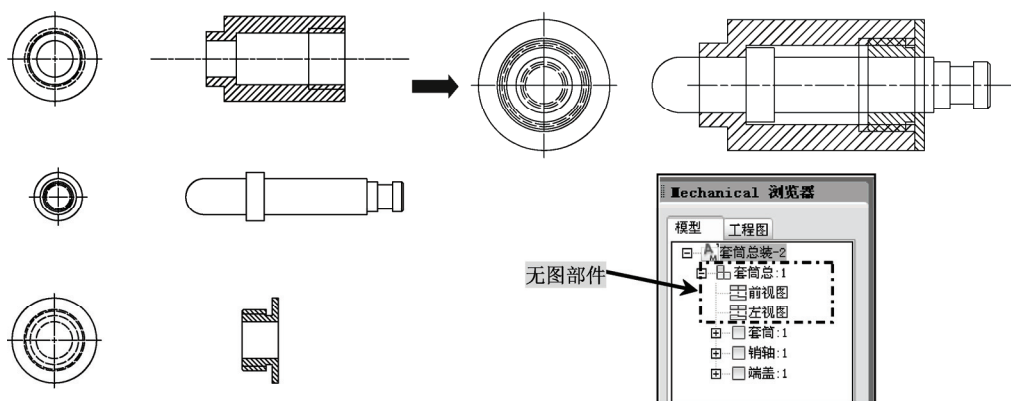

图 7-46 创建无图部件
10) 为该图的“端盖”“阶梯轴”和“套筒”分别创建“前视图”和“左视图”。执行“移动”命令（m），将它们移动至图示位置，再创建“无图部件”，如图 7-46 所示。